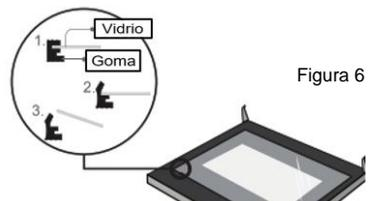

Figura 6
6. Después de sacar el vidrio interior, saque el vidrio de la capa intermedia como se muestra en la Figura 6.